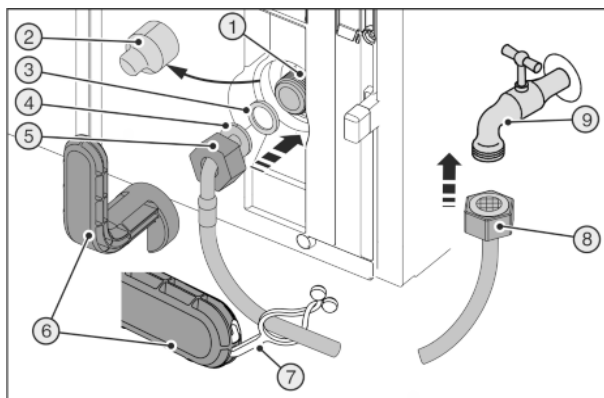
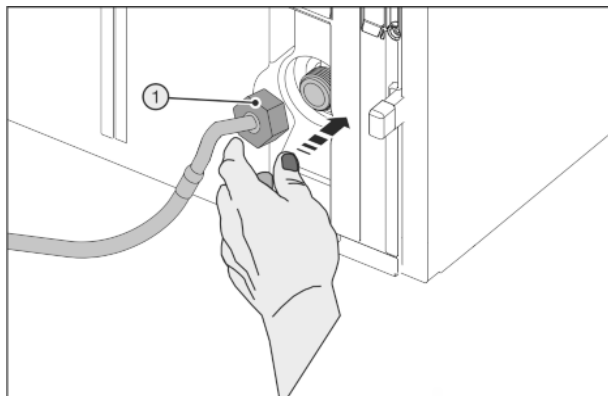

Fig. 28
Fig. 29
Gebroken hulpgereedschap Fig. 28 (6)!
- ▶ Hulpgereedschap Fig. 28 (6) uitsluitend op kamertemperatuur gebruiken.
- ▶ Afdekking Fig. 28 (2) eraf trekken.
- ▶ Gemakkelijkere montage: Recht uiteinde van de slang Fig. 28 (8) aan de linkerkant op de bodem leggen.
- ▶ Schuif de moer Fig. 28 (5) via het haakse uiteinde van de slang Fig. 28 (4) tot aan het uiteinde en houd de moer vast.
- ▶ Afdichting Fig. 28 (3) bevochtigen en in de moer Fig. 28 (5) aandrukken.
- ▶ De afdichting Fig. 28 (3) zit er vlak tegenaan en wordt licht vastgehouden.
► De moer Fig. 29 (1) voorzichtig aanbrengen en met twee vingers recht op de schroefdraad draaien tot een correcte passing wordt bereikt.
► De moer Fig. 29 (1) moet met het hulpgereedschap Fig. 28 (6) rechtsonder worden vastgedraaid tot het maximale aanhaalmoment is bereikt en het hulpgereedschap Fig. 28 (6) is dolgedraaid.
► De moer Fig. 28 (8) op de afsluitkraan Fig. 28 (9) schroeven.
► De moer Fig. 28 (8) moet met het hulpgereedschap Fig. 28 (6) rechtsonder worden vastgedraaid tot het maximale aanhaalmoment is bereikt en het hulpgereedschap Fig. 28 (6) is dolgedraaid.
► De afsluitkraan Fig. 28 (9) van de watervoorziening openen en het volledige watersysteem op dichtheid controleren.
► De lus Fig. 28 (7) in het hulpgereedschap Fig. 28 (6) aanbrengen en voor het opbergen aan de roestvrijstalen slang bevestigen.